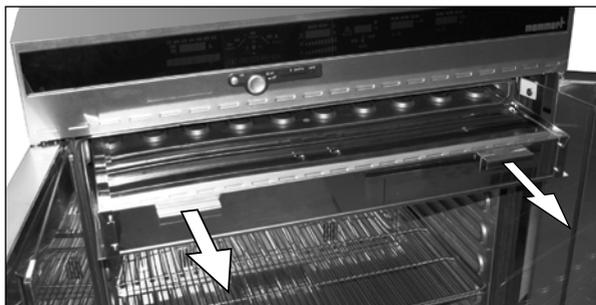

Abb. 35 Lichtkassette herausziehen
2. Lichtkassette an den beiden Griffen aus dem Schrank ziehen (Abb. 35).